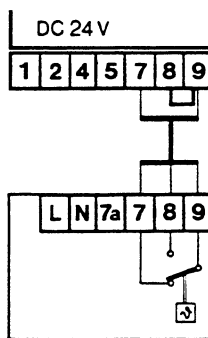

Fig. 17
– Collegamento ai morsetti 7, 8 e 9 come raffigurato in fig. 17.